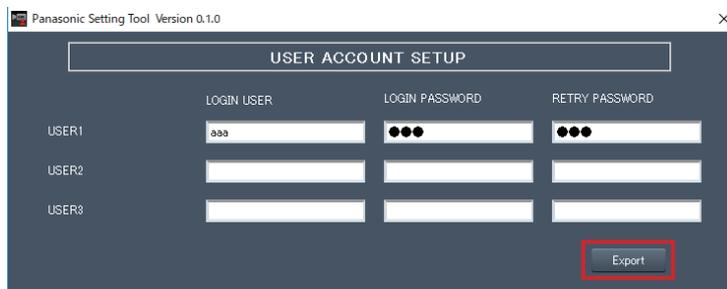

図 1
最大3名までのユーザーアカウントを登録することができます。(図1)
- 3 [Export] ボタンをクリックする。(図1)